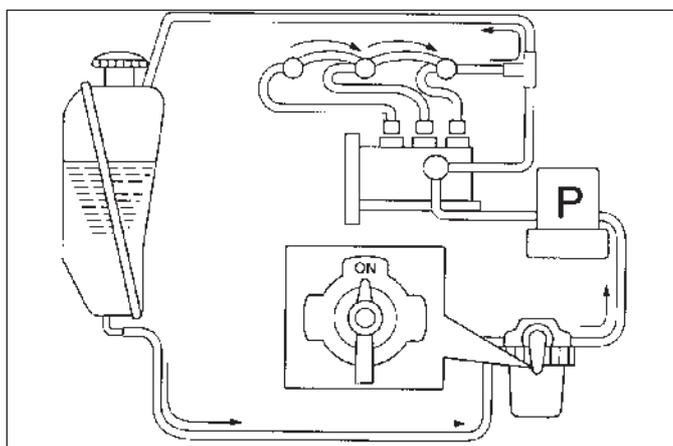

FIG. 6-24
**FIG. 6-24:** Si le moteur ne démarre toujours pas, les conduites d'injection sont peut-être desserrées aux injecteurs. Démarrez quelques fois le moteur jusqu'à ce que le carburant gicle, puis resserrez les conduites et arrêtez le moteur.